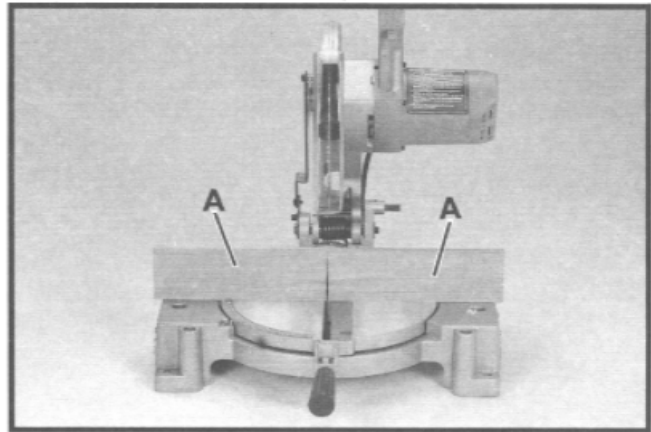

Fig. 30
Sind kleine Werkstück zu Sägen ist ein zusätzlicher Anschlag anzubringen wie in Fig. 30 gezeigt. Ohne diesen Anschlag kann das zu schneidende Werkstück weggeschleudert werden und so die Maschine beschädigen.
Der zusätzliche Anschlag ist wie folgend herzustellen: Ein genaues Brett von 500 x 75 x 12mm Grösse ist mittels der zwei Schraubenlöcher (A) Fig. 30 am Maschinenanschlag zu befestigen.